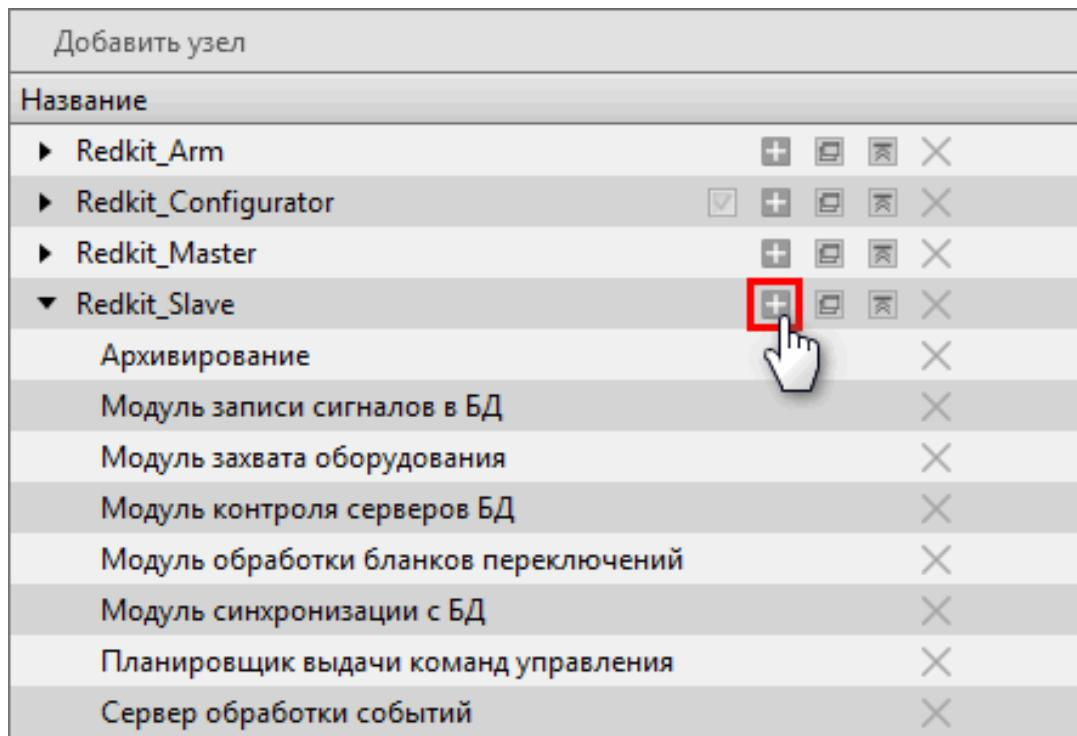

Рисунок 112 - Добавление модулей
1. Нажмите на кнопку (Рисунок 112).